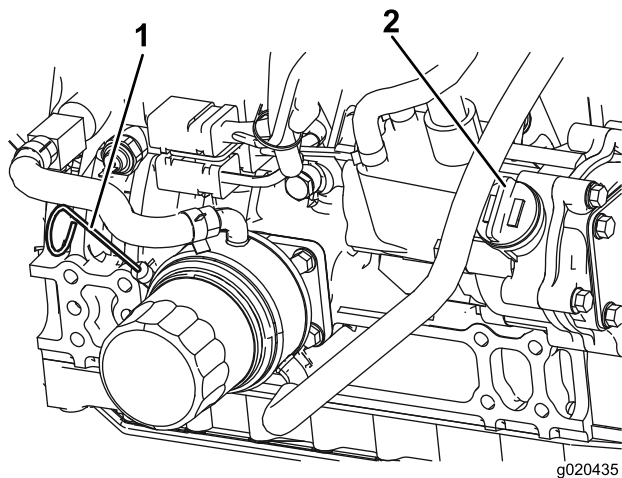

Figura 12
Il livello dell'olio deve trovarsi tra i parametri di sicurezza (Figura 12).
4. Se l'olio non raggiunge i parametri di sicurezza, togliete il tappo di riempimento (Figura 12) e aggiungete olio finché il livello non raggiunge la tacca "FULL" (pieno). **Non riempite troppo.**